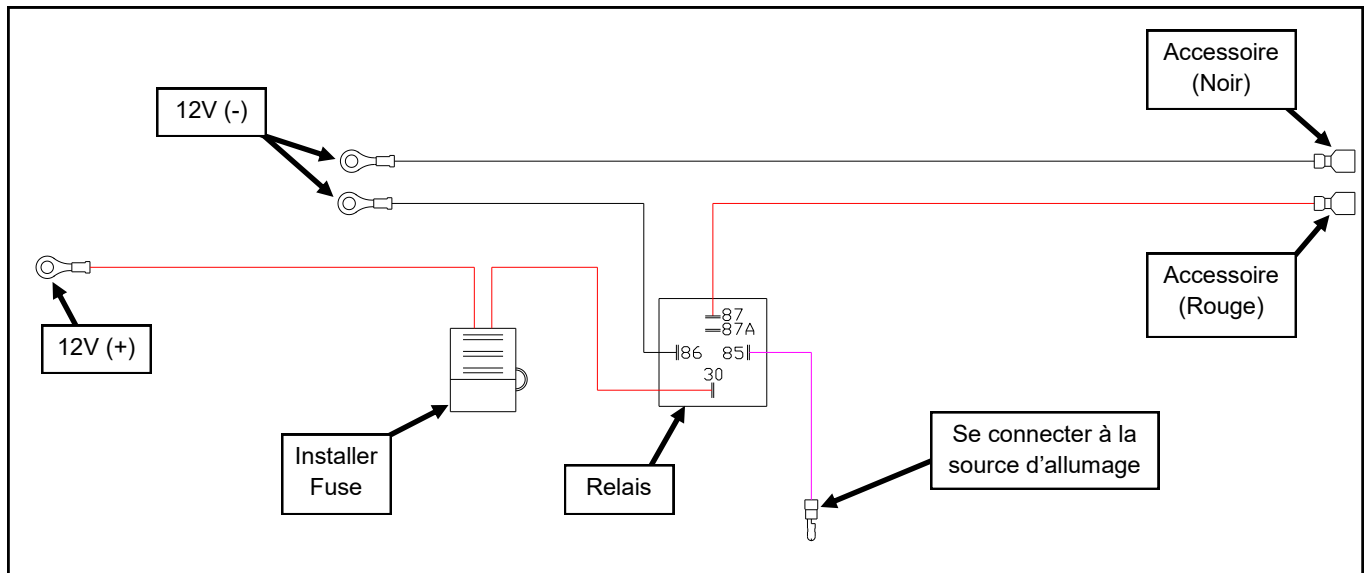

Fig. 2
2. Selon la figure 2, connectez le terminal d'anneau sur le fil rouge à l'extrémité du fusible du harnais au terminal positif de la batterie.
6. Selon la figure 2, connectez les connecteurs push-on féminins trouvés sur le harnais de câblage de l'accessoire (rouge et noir) aux connecteurs de poussée masculins de ce harnais.
7. Selon la figure 2, installez le fusible fourni avec l'accessoire dans le support du fusible et vérifiez le fonctionnement de l'interrupteur.